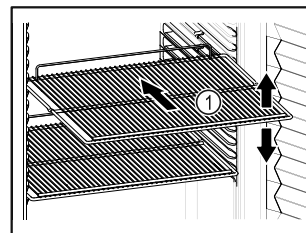

Fig. 52 Przykładowa prezentacja
- Jeśli ruszty do składowania Fig. 52 (1) są ruchome, należy je ustawić odpowiednio do wysokości.